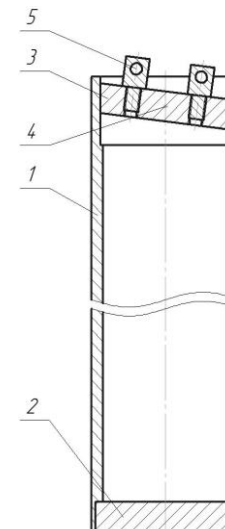

Рис. 1. Эскиз пробоотборников типа ПА и пробоотборника ПО-1. 1 – корпус; 2 – донце; 3 – поворотная крышка; 4 – винты крышки; 5 – бобышка для крепления троса.
5.1. Пробоотборники типа ПА представляют собой цилиндрический сосуд (Рис.1. Поз.1), изготовленный из алюминиевого сплава. Пробоотборники имеют захлопывающуюся крышку (Поз.3), которая плотно притерта к корпусу пробоотборника, фиксируется винтами (Поз.4) и приводится в движение двумя отрезками металлического троса, закрывая пробоотборник при натяжении одного из отрезков троса.